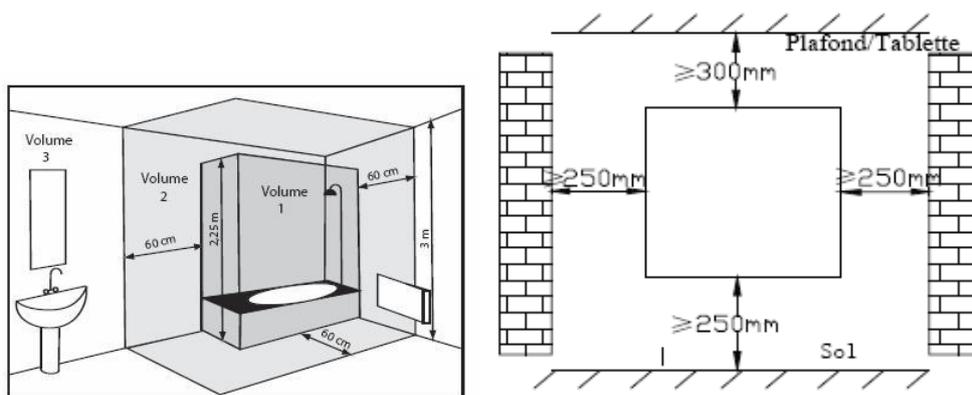

Fig 1
- Respectez les distances minimum de dégagement comme indiqué dans la Fig. 1
1. Choisissez un emplacement adéquat pour le chauffage en respectant les distances minimales d'obstacles (voir Fig1).